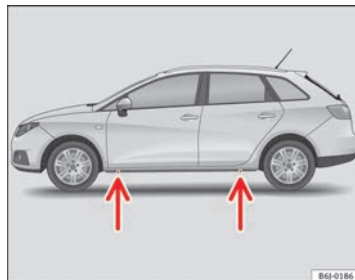

Fig. 146 Points d'appui du cric
- Cherchez sur le bas de caisse le point d'appui le plus proche de la roue à changer ⇒ fig. 146.
Des empreintes sur le bas de caisse à l'avant et à l'arrière du véhicule indiquent les points d'appui du cric ⇒ fig. 146. Un emplacement a été prévu pour chaque roue. Le cric ne doit pas être positionné à d'autres endroits.